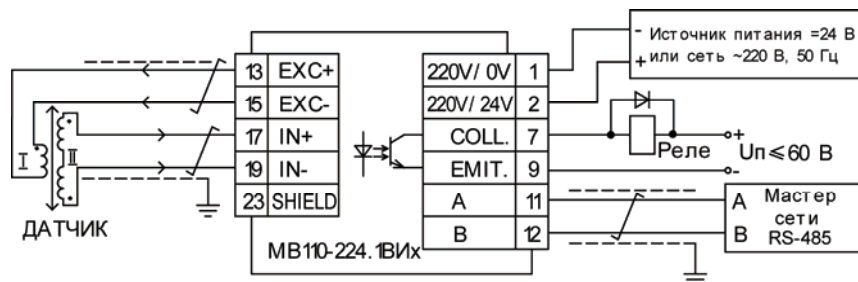

Рисунок 6.1 – Подключение к прибору внешних устройств
- установить перемычку **JP1** на соединителе **XP1** в положение «DEFAULT» (см. рисунок 6.1), при этом прибор перестроится на заводские значения сетевых параметров, но в его памяти сохраняются ранее установленные значения сетевых параметров;